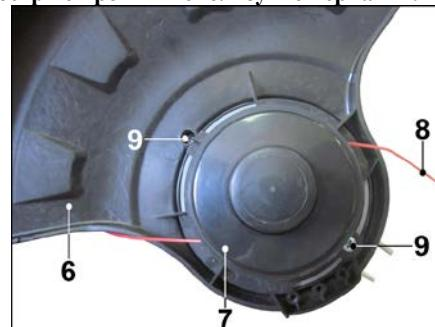

Рисунок 3.
6.1. Установка защитного кожуха (Рисунок 3)